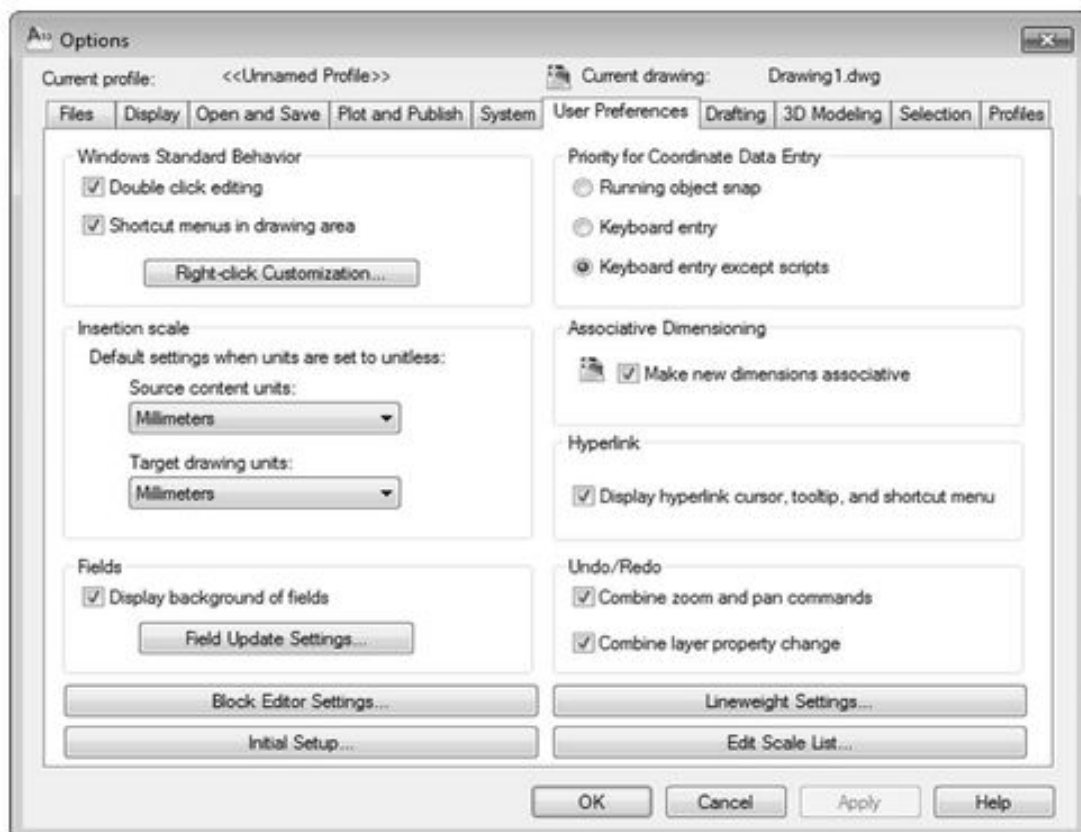

Рис. 2.16. Вкладка *User Preferences* (Настройки пользователя)
1. *Перейти на вкладку* User Preferences (Настройки пользователя) диалогового окна *Options* (Настройки) (рис. 2.16).